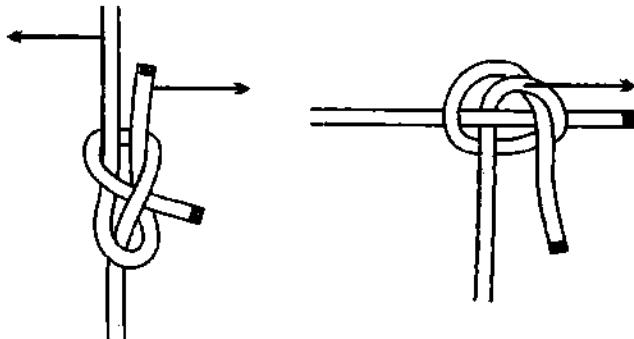

Рис. 872. Шкотовый узел легче развязывается, если дёрнуть в разные стороны коренной и ходовой концы открытой петли.
**Шкотовый узел** может быть вывернут и развязаться также как и **прямой узел**, если дёрнуть ходовой конец открытой петли в одну сторону, а коренной в другую (рис. 872). Узел становится не устойчивым и деформируется. Эта нестабильность узла может быть полезной лишь в том случае, если пользоваться ею, чтобы быстро развязывать **шкотовый узел**. После выворачивания **шкотовый узел** превращается в **простой узел**, который легко снимается с конца верёвки. Такое выворачивание **шкотового узла** может произойти при прохождении узла через карабин, а также при протягивании верёвки по неровному рельефу местности. Если вдруг случится зацепить ходовой конец, на котором не завязан контрольный узел, например, за корягу, то узел не в состоянии будет сопротивляться деформации. К счастью у **шкотового узла** степень нестабильности намного ниже, чем у **прямого узла**. Когда узел хорошо затянут и находится под нагрузкой, требуется немало усилия, чтобы узел развязать подобным образом. Однако вероятность случайного выворачивания узла существует и поэтому, чтобы устранить этот недостаток **шкотового узла** и повысить его устойчивость и безопасность, ходовой конец привязывается к коренному контрольным узлом или при-